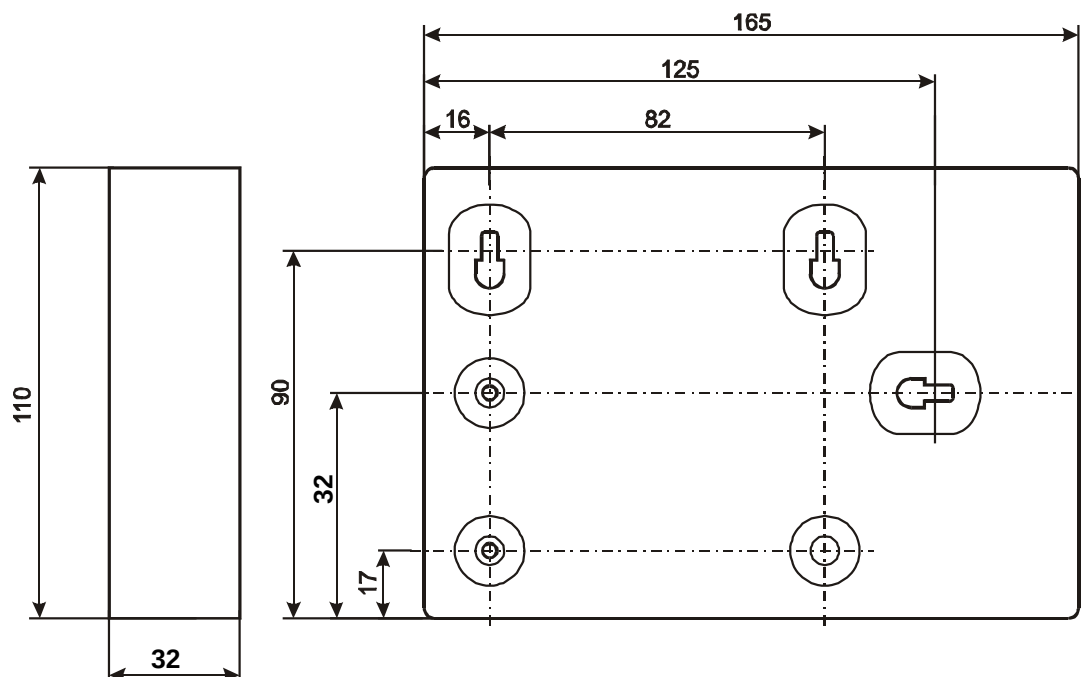
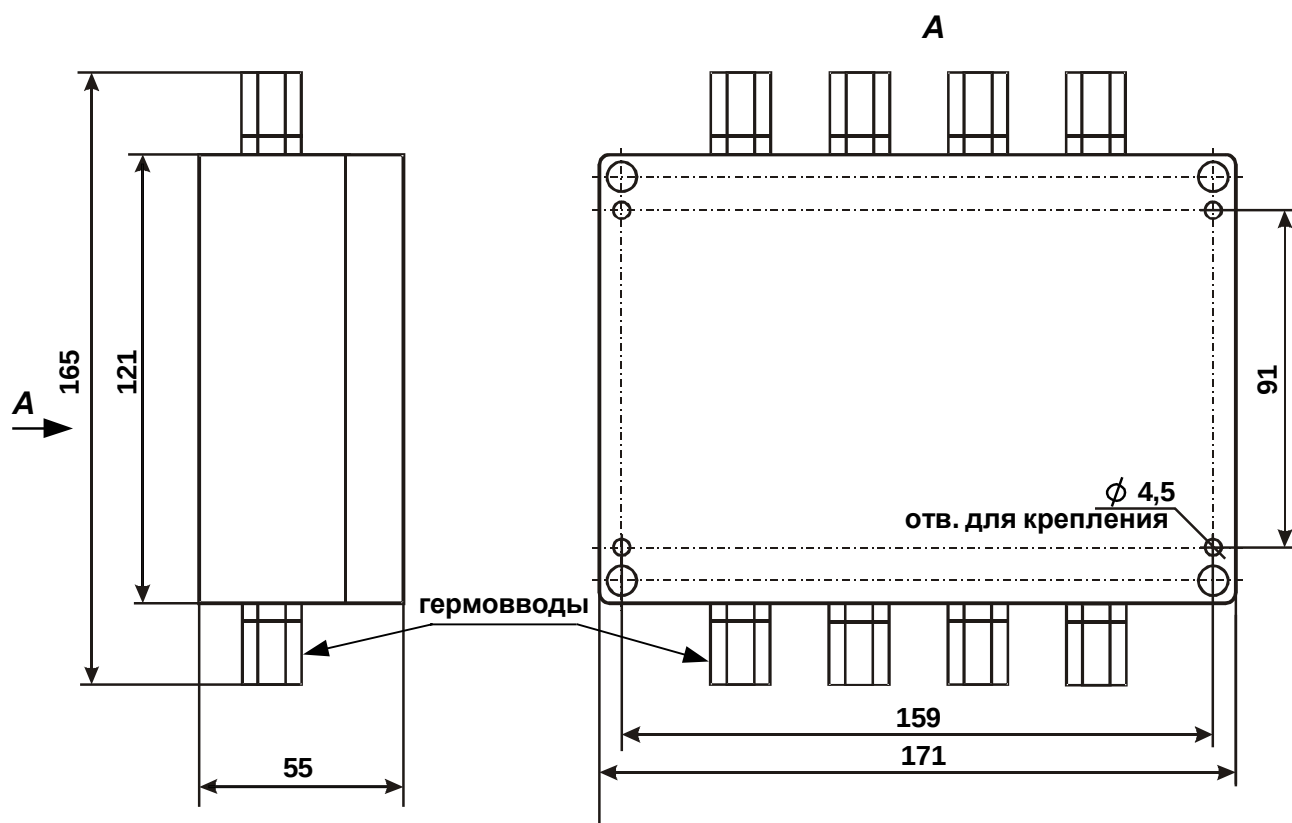

Рис. 3 Внешний вид и габаритные размеры СК-01 в исп. IP20
Рис. 4 Внешний вид и габаритные размеры СК-01 в исп. IP65
- IP20 - для применения в обогреваемых помещениях (Рис. 3);
- IP65 – для применения в условиях повышенной запыленности, влажности или пониженной температуры окружающей среды (Рис. 4).
5.1. Внешний вид и габаритные размеры СК в различных исполнениях показаны на Рис. 3 и Рис. 4.
| 9        | 10.05.2017 | Уточнено количество гермовводов Рис. 4.                                                                                                                                                      |